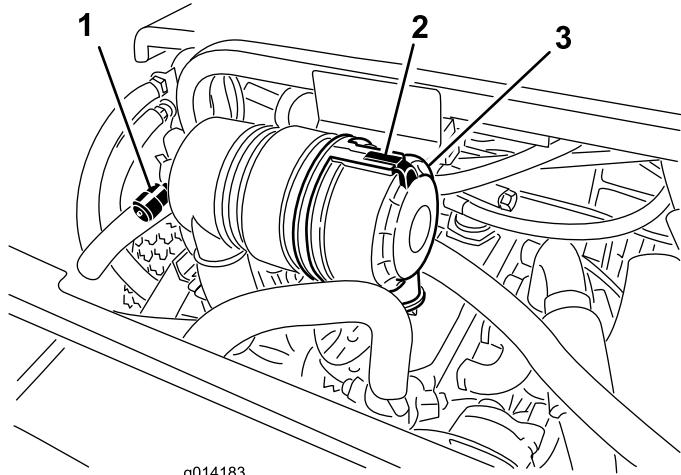

図32
エアクリーナの整備はインジケータ図32が赤色になってから行ってください。早めに整備を行っても意味がありません。むしろフィルタを外したときにエンジン内部に異物を入れてしまう危険が大きくなります。
1. エアクリーナのカバーをボディーに固定しているラッチを外す(図32)。